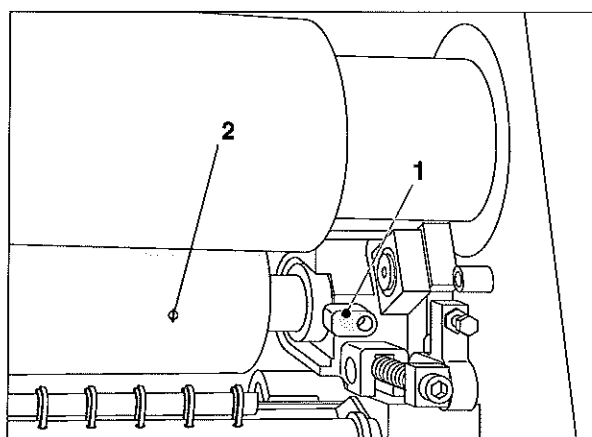

図 36 インキ呼び出しローラ 10
2. 駆動側と操作側のロック（図 36/1）を開きます。
3. インキ呼び出しローラ（図 36/2）を取り出します。